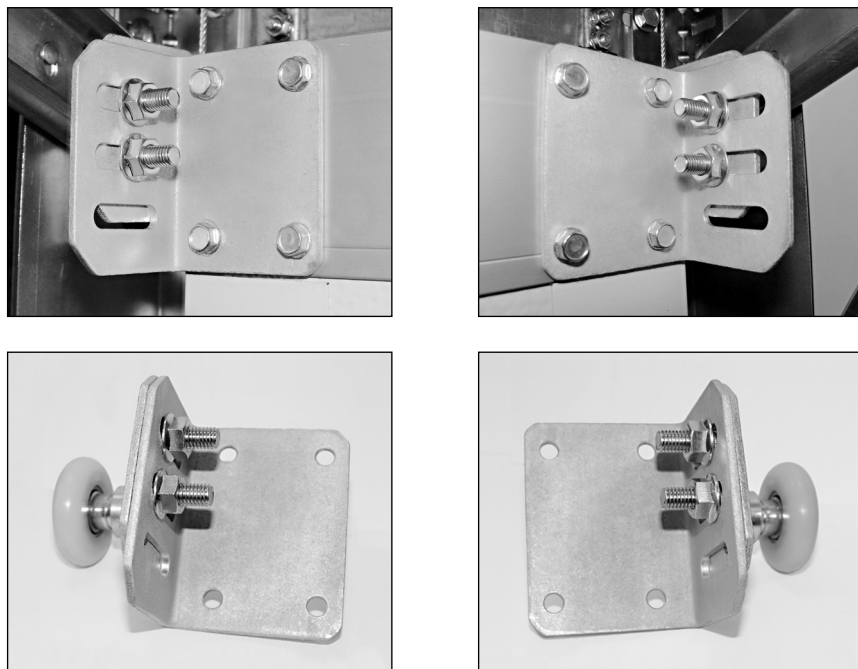

Рис. 37
- закрепить каждый кронштейн к панели при помощи 4 винтов М6х20, заворачиваемых в резьбовые втулки, запрессованные в панель ворот (рис. 37).